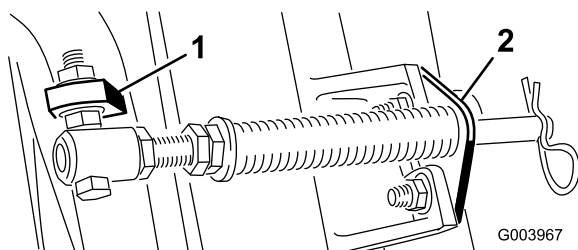

Рисунок 6
- C. Установите болт трубки пружины на противоположный выступ несущей рамы и закрепите фланцевой гайкой. Головку болта следует расположить по направлению к наружной стороне выступа, как показано на Рисунок 6.
D. Присоедините кронштейн штока к выступам режущих блоков с помощью каретных болтов и гаек (Рисунок 6).